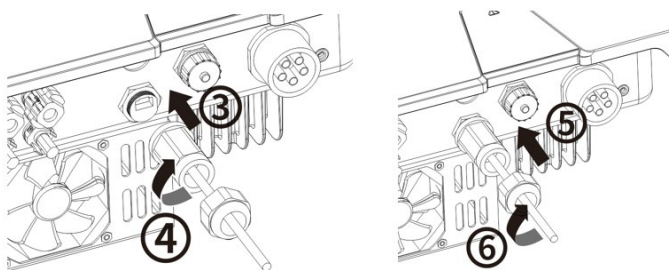

Abb. 32. Netzwerkkabel anschließen
3. Netzwerkkabel in den entsprechenden Kommunikationsanschluss des Geräts einstecken (siehe Abb. 32, Abfolge und Pfeilrichtungen beachten), Gewindehülse festziehen, dann die Überwurfmutter am Ende anziehen.